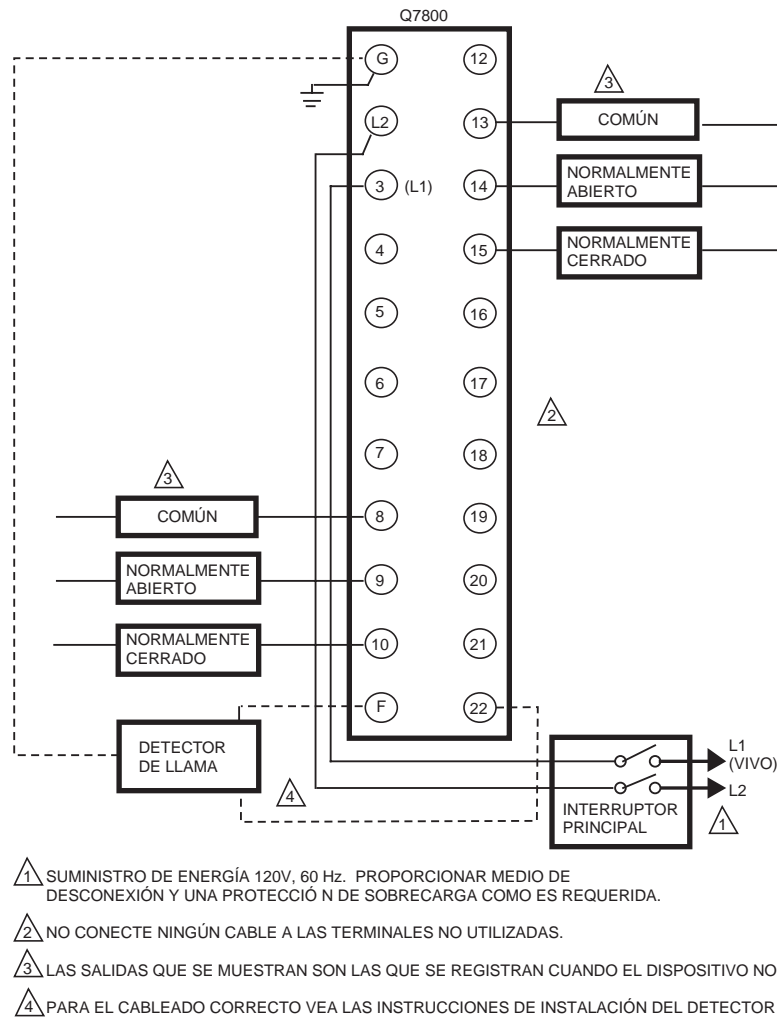

Fig. 2 Cableado de La Subbase para EC/RM7823A.
1. Las conexiones del cableado para los módulos de relé son únicas; refiérase a la Fig. 2 o a las Especificaciones correctas para el cableado adecuado de la subbase.